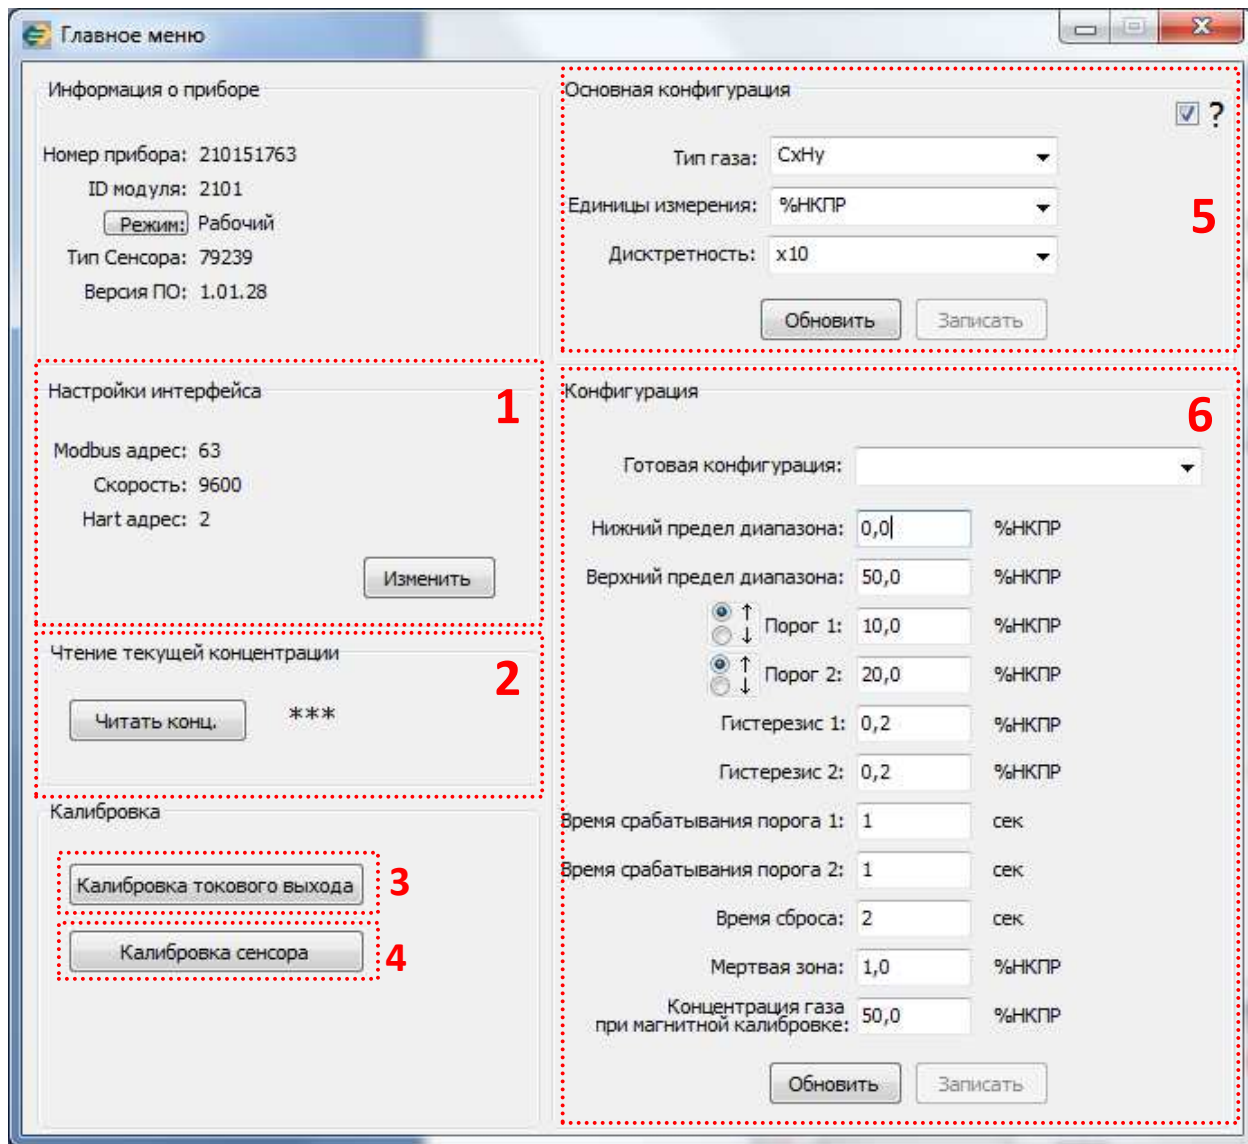

Рисунок 2 – Главное окно программы
5. Нажмите кнопку «Подключить». После этого отобразится главное окно программы (рисунок 2).
**Важно!!!** При калибровке или изменении параметров прибор автоматически переводится в сервисный режим, данный режим определяется белой световой индикацией центрального светодиода и аналоговый выходной сигнал равен 3мА. Обратно в рабочий режим прибор переводится с помощью кнопки «Режим», находящейся в верхней левой части главного окна ПО (рисунок 2).
Нажмите кнопку «Читать конц.» после чего периодически будет читаться и отображаться (справа от кнопки) концентрация газа, измеряемая прибором (рисунок 2).
8. Нажмите кнопку «Калибровка по газу» (рисунок 2).